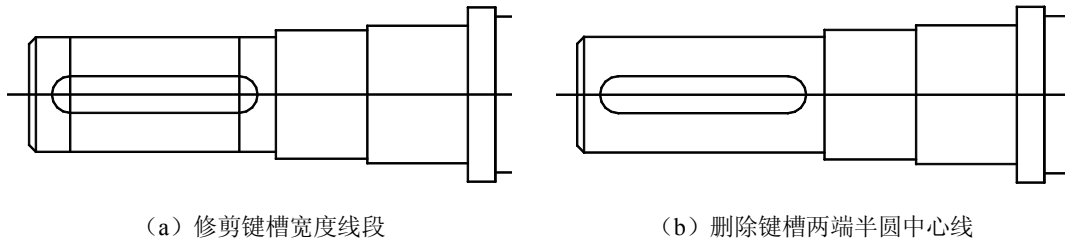

图 11-46 删除键槽多余线
- (4) 使用修剪工具，修剪左、右端圆和键槽宽度方向线段。结果如图 11-46 (a) 所示。
- (5) 使用删除工具，删除轴两端键槽半圆中心线。结果如图 11-46 (b) 所示。